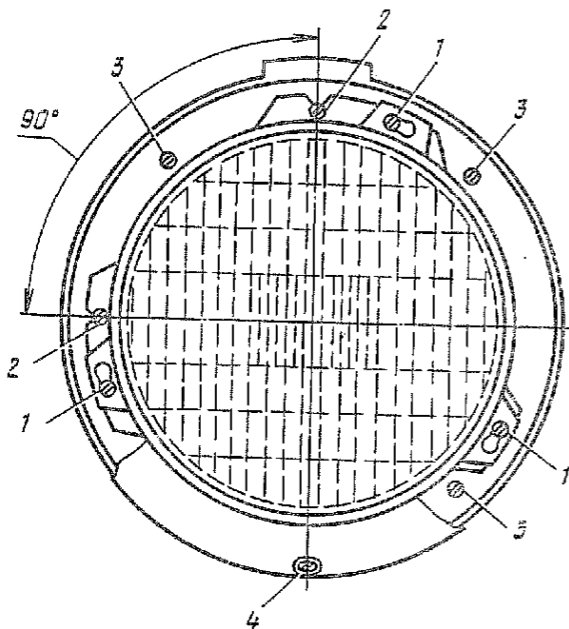

Рис. 95. Фара:
1.4. Вывернуть винт 1 (рис. 95) крепления ободка фары, снять резиновый уплотнитель и ободок фары (отвертка $150 \times 0,5$).
2.2. Завернуть винты 3 (рис. 95) крепления корпуса фары к облицовке передка (отвертка $200 \times 1,0$).
2.8. Надеть на фару резиновый уплотнитель, установить ободок фары и завернуть винт 1 (рис. 95) крепления ободка к корпусу фары (отвертка 150×0,5).